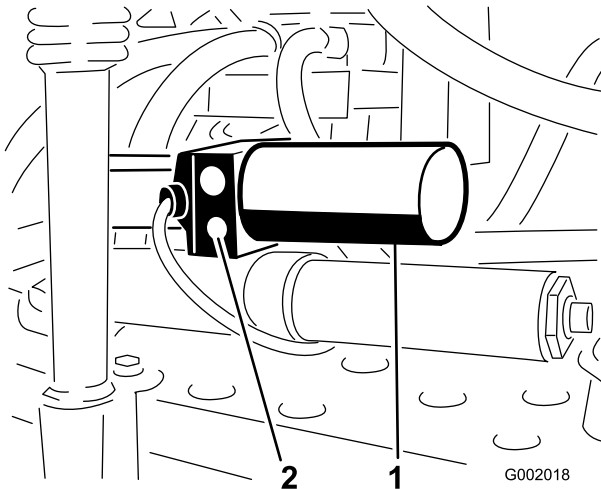

図 70
1. 各アクチュエータについている手動リリーフ・バルブを探し出す。アクチュエータのボディの片側だけについている小さいほうのバルブが手動リリーフ・バルブである(図 70)。